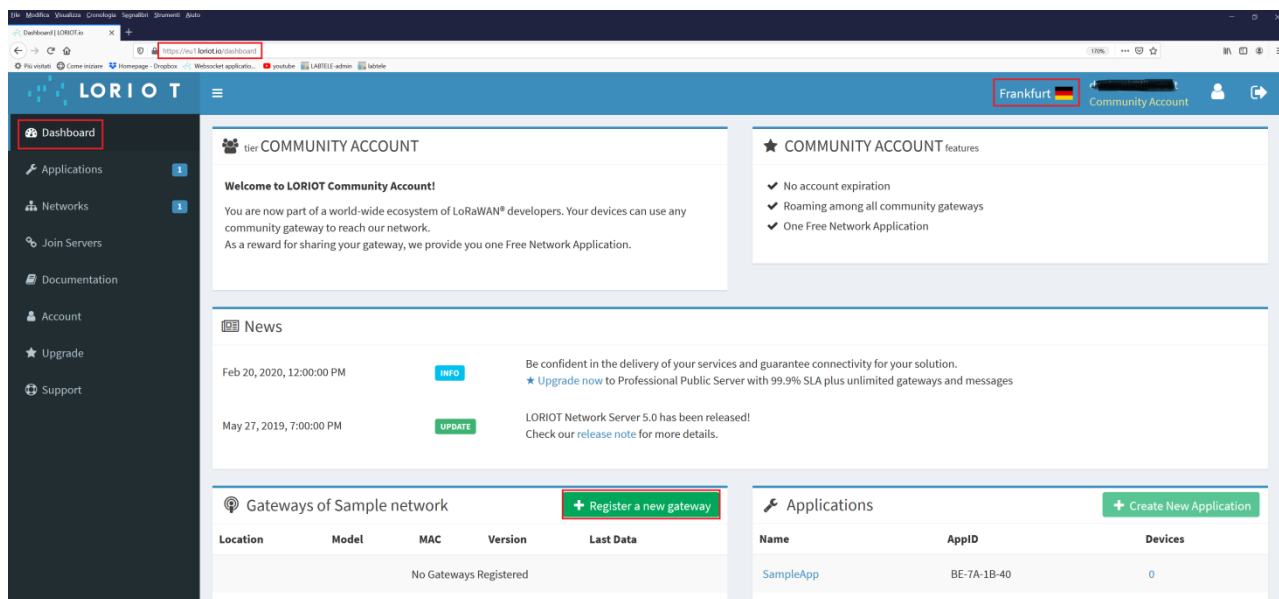
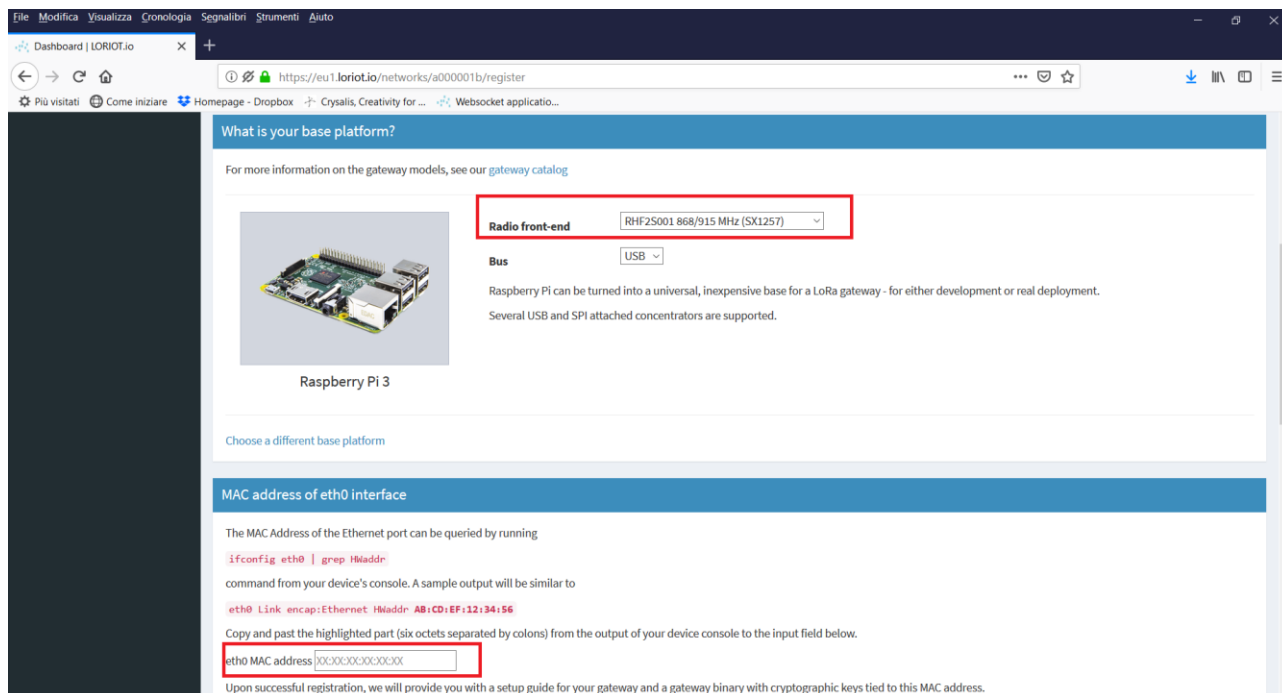

FIGURA 17 Registrazione del gateway.
FIGURA 18 Selezione del tipo di gateway.
3. Si clicca su *Register a new gateway* (FIGURA 17) per registrare il proprio gateway, si seleziona tra tutti i gateway disponibili *Raspberry Pi 3* (FIGURA 18); si inserisce l'indirizzo MAC del gateway (individuabile seguendo le istruzioni), il radio *Front end* RHF2S001 868/915 MHz (SX1257) e la sua localizzazione, compilando il form presentato; si clicca infine su *Register Raspberry Pi 3 gateway*.